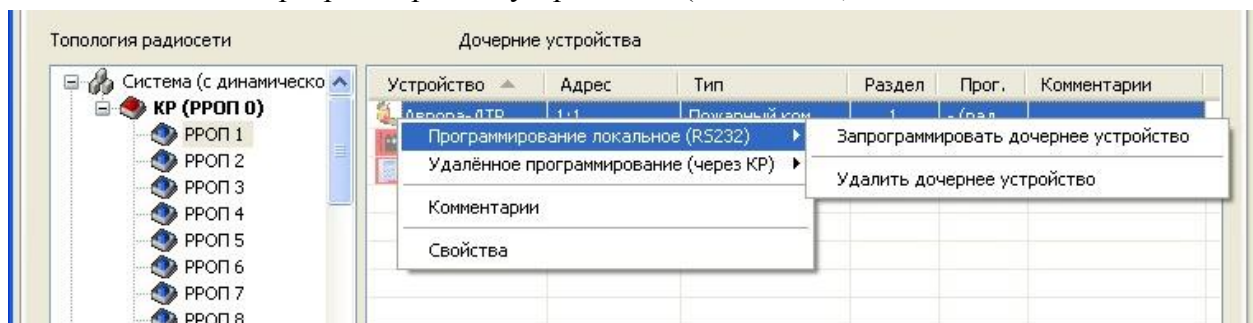

Рис. 94
- 2) Выбрать в окне дочерних устройств, которое находится на вкладке "Конфигурирование" устройство, подлежащее программированию. Кликнуть правым кликом мыши по устройству и в ниспадающем меню выбрать пункт "Программирование локальное/Запрограммировать устройство" (см. Рис. 94).
- 3) Выбрать в окне дочерних устройств выбранного ПКУ устройство, подлежащее программированию. Кликнуть правым кликом мыши по устройству и в ниспадающем меню выбрать пункт "Удалённое программирование (через КР) /Запрограммировать устройство" (см. Рис. 94).